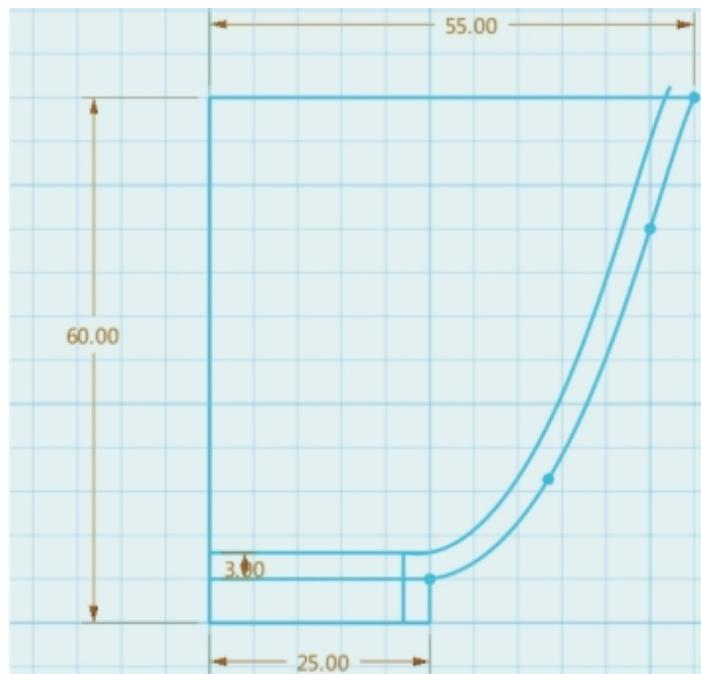

图7-2-8 杯底部分
⑤绘制杯底部分。根据茶杯外观特征，使用“直线”草图绘制功能绘制茶杯底部，注意保持3 mm的厚度并使端点与已有端点重合，如图7-2-8所示。